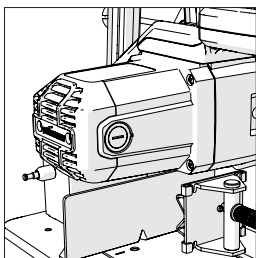

Fig. 13
- Entfernen Sie die Plastikklappen an der Rückseite des Motors (**Abb. 13**). Gehen Sie vorsichtig vor; die Klappen sind federbelastet.